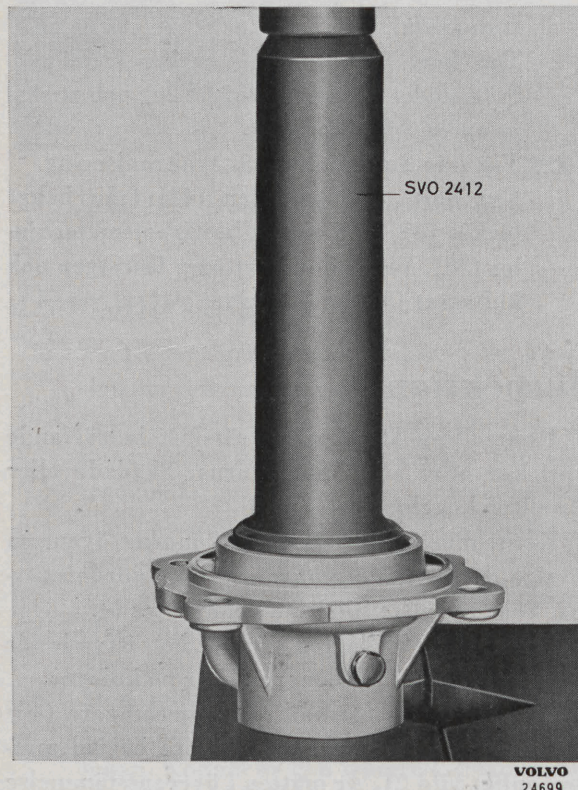

Bild 22. Montering av kullager i bakre lock.
1. Pressa kullagret (37 plansch I) i bakre locket (39) med dorn SVO 2412, bild 22, och montera låsringen. Låsringen finns i olika tjocklekar. Välj en tjocklek som helt fyller ut låsringsspåret.